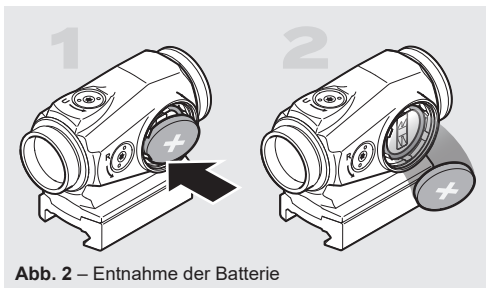

Abb. 2 – Entnahme der Batterie
- a Schrauben Sie den Batteriedeckel (4) ab, und entfernen Sie ihn.
- b Zum Entnehmen drücken Sie die leere Batterie im Batteriefach vorsichtig an einer Kante nach unten (siehe Abb. 2).